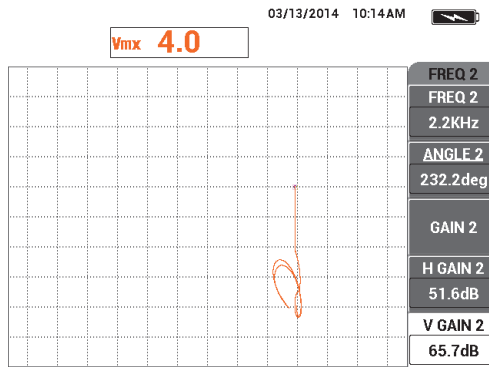

Abbildung 5-127 Einstellen von V VERST 2
22. Bewegen Sie die Sonde über die Nut B und beim Halten der Sonde an dieser Position drücken Sie die Funktionstaste E, um **V VERST 2** einzustellen bis sich das gemixte Signal vom vierten vertikalen Skalenteil vom Nullpunkt aufwärts erstreckt (siehe Abbildung 5-127 auf Seite 233).